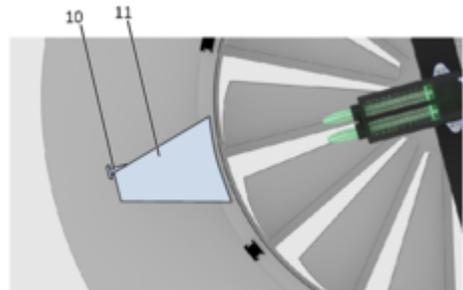

Abb. 15: Anschlag
11. ▶ Den Dralldurchlass gegen den Uhrzeigersinn drehen, bis der Drehschutzbügel (Abb. 15/11) an der Anschlag-Schraube (Abb. 15/10) anliegt.
Bei RFD-V mit Dämmung den Dralldurchlass so einsetzen, das der Drehschutzbügel (Abb. 15/11) in der Aussparung der Dämmung sitzt.